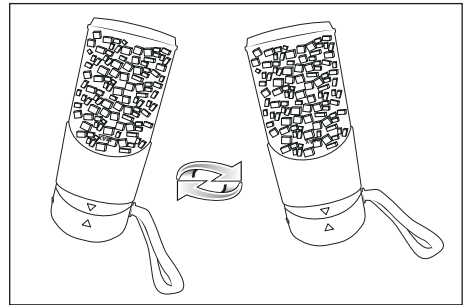

Fig. 1
- 1) Introduzca los ingredientes preparados en el vaso para batir ⑥: primero los líquidos y después la fruta.
① Indicación
- ▶ No supere nunca la marca MAX en el vaso para batir ⑥ al añadir ingredientes. De lo contrario, el aparato no podrá procesar bien los ingredientes.
- 2) Coloque la tapa ① sobre el vaso para batir ⑥ y enrósquela en sentido horario.
- ▶ Un mecanismo de seguridad se ocupa de que el aparato solo pueda funcionar si la tapa ① está correctamente enroscada. Si pulsa dos veces el pulsador de encendido/apagado ⏻ ② para activar el aparato y el indicador luminoso ③ parpadea en rojo 5 veces, la tapa ① no está correctamente enroscada. Asegúrese de que la flecha ▼ de la tapa ① y la del vaso para batir ⑥ estén alineadas la una sobre la otra.
- 3) Pulse dos veces el pulsador de encendido/apagado ⏻ ② para activar el aparato. Para ello, sujete el aparato firmemente con la mano. Tras esto, el aparato comienza a funcionar y el indicador luminoso ③ se ilumina en blanco.
- 4) Dé la vuelta al aparato de forma que la tapa ① apunte hacia abajo. Puede mover el aparato para distribuir mejor los ingredientes mientras los procesa. Para ello, sujete el aparato con la mano y desplácelo de un lado para otro con movimientos oscilantes (consulte la fig. 1). Asegúrese de que la tapa ① no se suelte del vaso para batir ⑥.